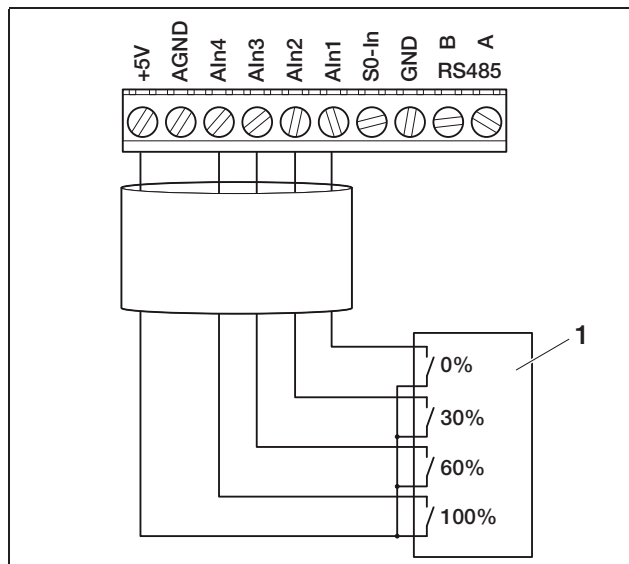

Abbildung 60: Anschluss des Rundsteuerempfängers an den Wechselrichter
- Schließen Sie die Leitungen vom Rundsteuerempfänger entsprechend der Anschlussbelegung (Abbildung 60 und Tabelle 8) an.